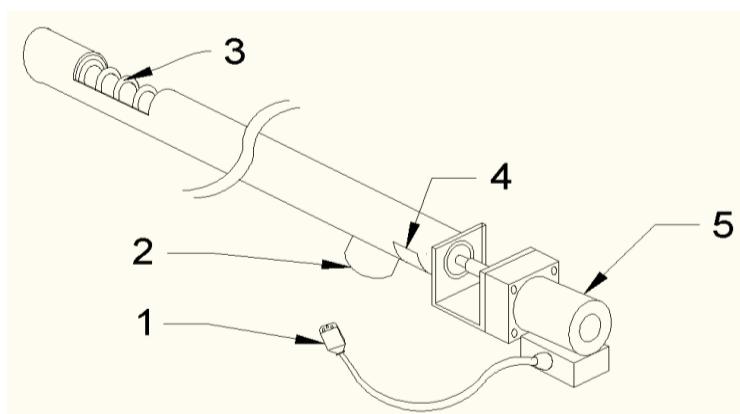

Рис. 5 – Шнековый питатель
Рис. 5 показывает правильное положение шнекового питателя. Так как гибкая термостойкая труба является предохранителем, она должна быть закреплена исключительно как описано ниже:
- Установите шнек в заборном отверстии бункера и подвести его за трос. Рис. 5
- Установите термостойкую гибкую трубу между шнеком и горелкой. Рис. 5